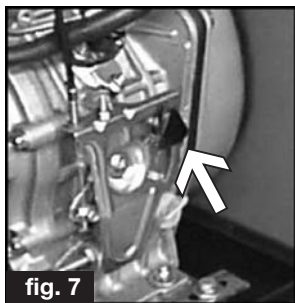

fig. 7
2) Version W180 (Motor YANMAR): ställ gaskontrollen, som sitter på motorn (se fig. 7) i den högre positionen; vänta tills motorn är helt avstängd; ställ tillbaka nyckeln i läge "OFF".